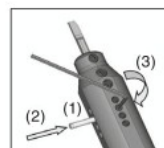

Fig. 5
■位置決めピン装着方法 (Fig. 5)
- (1) 突出し量に合わせて位置決めピン挿入部にピンを挿入してください。
- (2) レンチ (LW-1.5) を使用して内部に押し込んでください。
- (3) 位置決めピン固定用止めねじ (HS3X4P) をレンチ (LW-1.5) にて締めて、位置決めピンを固定してください。